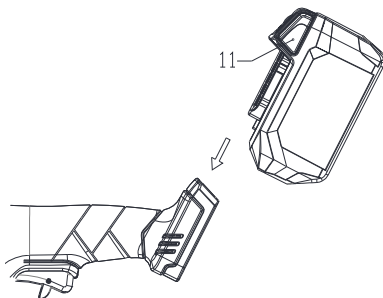

Figura 2
**PARA RETIRAR EL PAQUETE DE BATERÍAS:** Presione el botón de liberación de la batería (11) y saque el paquete de baterías de la herramienta. (ver Figura 2)
**PARA INSTALAR EL PAQUETE DE BATERÍAS:** Alinee los rieles de la herramienta con las cuatro pestañas del paquete de baterías y empuje el paquete de baterías sobre la herramienta hasta que encaje en su lugar. (ver Figura 2)